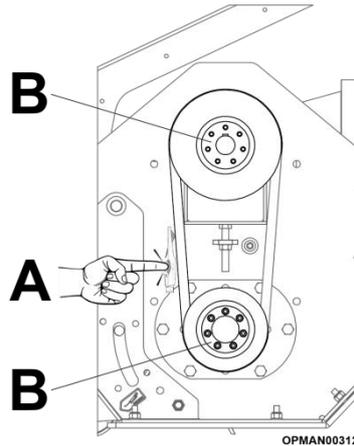

Abbildung 5.46 - Übersicht über die Riemenspannung des Sekundärtriebs
Überprüfen Sie nach den ersten zwei (2) Betriebsstunden erneut die Riemenspannung und die Kegelverschlüsse, siehe Abbildung 5.46 (B).